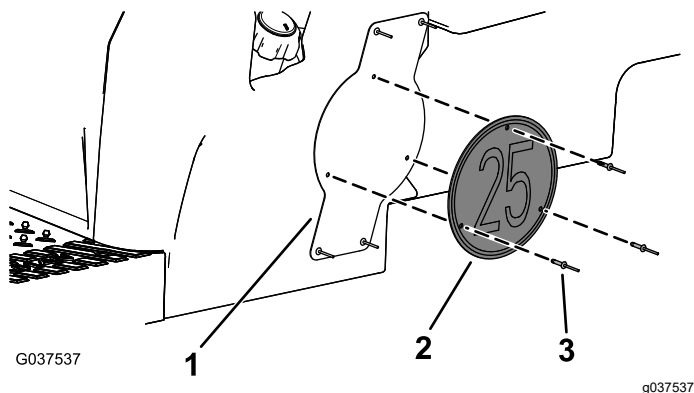

Figur 11
7. Montera skylthållarfästet på sätessockelns sida med fyra popnitar (3/16 x 15/16 tum) enligt Figur 11.